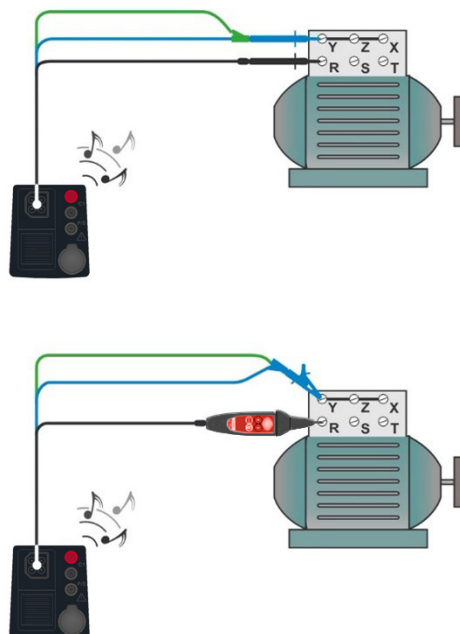

Abbildung 7.20: Anschluss der 3-Leiter-Prüfleitung und der optionalen Commander-Prüfspitze (044155)
- › Schließen Sie die Prüflleitungen am Prüfobjekt an, siehe **Abbildung 7.20**.